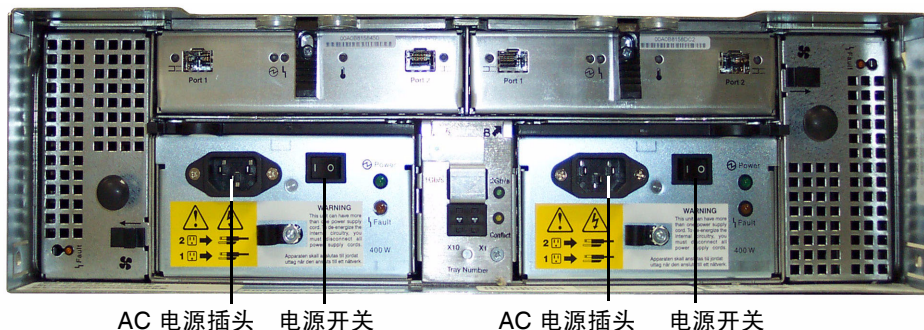

图 2-21 扩展盒后面板
2. 请先确保电源开关设置为 Off（关），然后再将两根 AC 电源线与每个扩展盒的背面连接（参见图 2-21）。